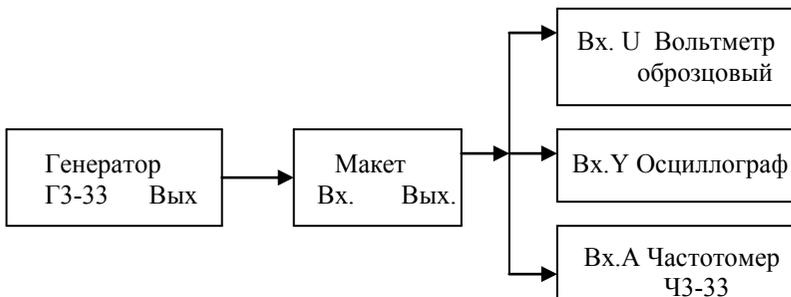

Рис.3.
7.3.1. Собрать схему установки (рис. 3).